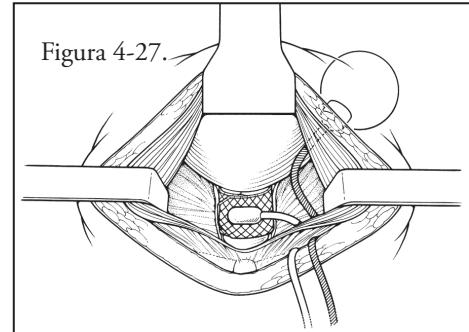

Figura 4-27.
9. Oriente los tubos del balón y los tubos del manguito hacia el área inguinal. (**Figura 4-27**)